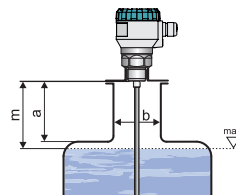

Рис. 5: Установка уровнемера во впускной горловине
- Для правильных измерений необходимо избегать установки уровнемера в высокой впускной горловине или высоком приварыше. Если это невозможно, то уровнемер можно поместить в **короткую впускную горловину**, размеры которой приведены на Рис. 5. Здесь действует правило, что диаметр горловины необходимо избирать как можно больший, а высоту – как можно меньшую.